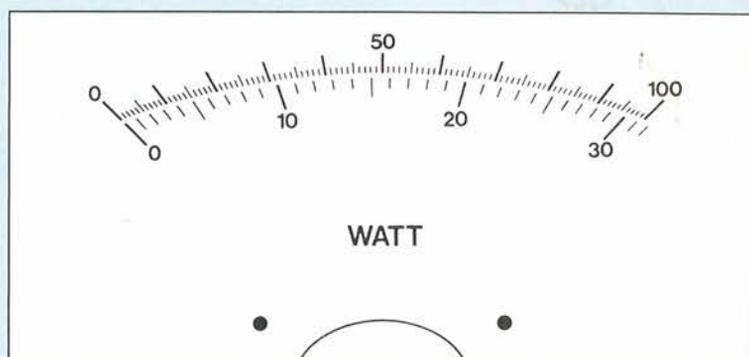

Figura 7. Divisioni della scala consigliate per adattare lo strumento al fattore di scala radice di 10 (circa 3,16).
I selettori di portata S1 (A) ed S2 (B) garantiscono il funzionamento dei moltiplicatori entro il campo di variazione lineare di DELTA U ed I1. La prima grandezza viene mantenuta minore di 20 mV con l'opportuna scelta di un resistore shunt tra quelli che formano la rete in serie R1...R5. Nella portata di 10 A, la corrente d'uscita nel carico non attraversa S1, per evitare di dover usare un commutatore rotativo di alta potenza. Il commutatore delle portate di tensione (S2) sceglie un'appropriata resistenza totale in serie, in modo che la corrente totale di collettore rimanga ragionevolmente costante entro un ampio campo di variazione della tensione d'ingresso. I resistori intorno ad S1 ed S2 sono stati scelti per un fattore di portata pari alla radice di 10 (circa 3,16), in modo che il valore della potenza possa essere letto su uno strumento a doppia scala (vedi Figura 7). Il fattore di scala permette anche di effettuare le letture senza la necessità di calcoli. A questo scopo, sul pannello frontale del wattmetro è stata disegnata una matrice dei prodotti U.I (vedi Figura 6).